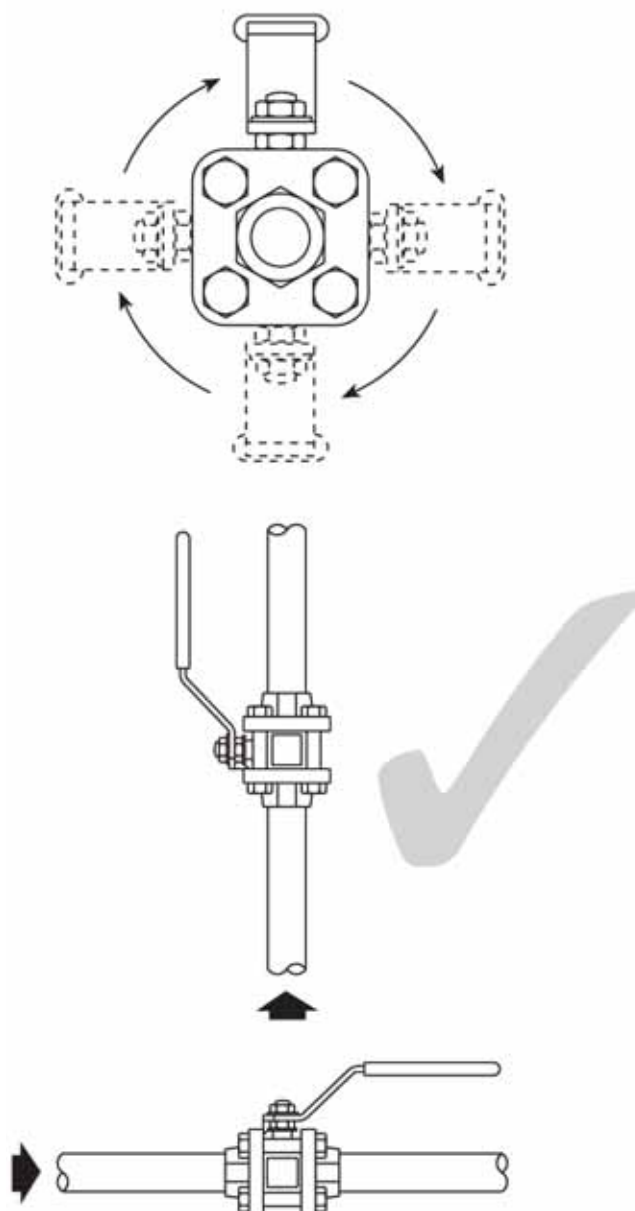

**Fig. 2 Installation incorrecte pour les applications liquides**
**Ne pas monter le robinet à l'envers sur des applications liquides (Fig. 2)**